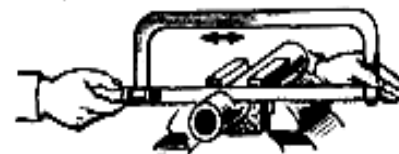

Рис. 5 .
3. В начале резки ножовку держать горизонтально (Рис. 5), после того как зубья полотна войдут в металл, ножовку наклонять на себя и, время от времени поворачивая ее на угол 45-90° от себя, продолжать резку, делая 35 – 45 двойных ходов в минуту
<p>3. Опиливание плоскости пластин</p>	<p>1. Установить заготовку в тиски.</p> <p>2. Опилить предварительно драчевым напильником выступающие части заготовки (соблюдать параллельность движения; припуск – 0,3 – 0,5 мм).</p> <p>3. Опилить окончательно заготовку начисто личным напильником заподлицо с рабочей поверхностью приспособления.</p>  <p>Рис. 5</p>